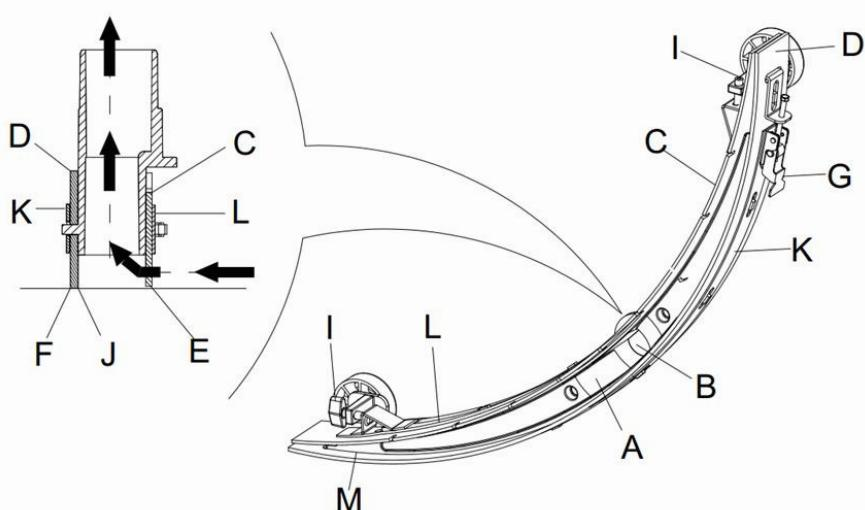
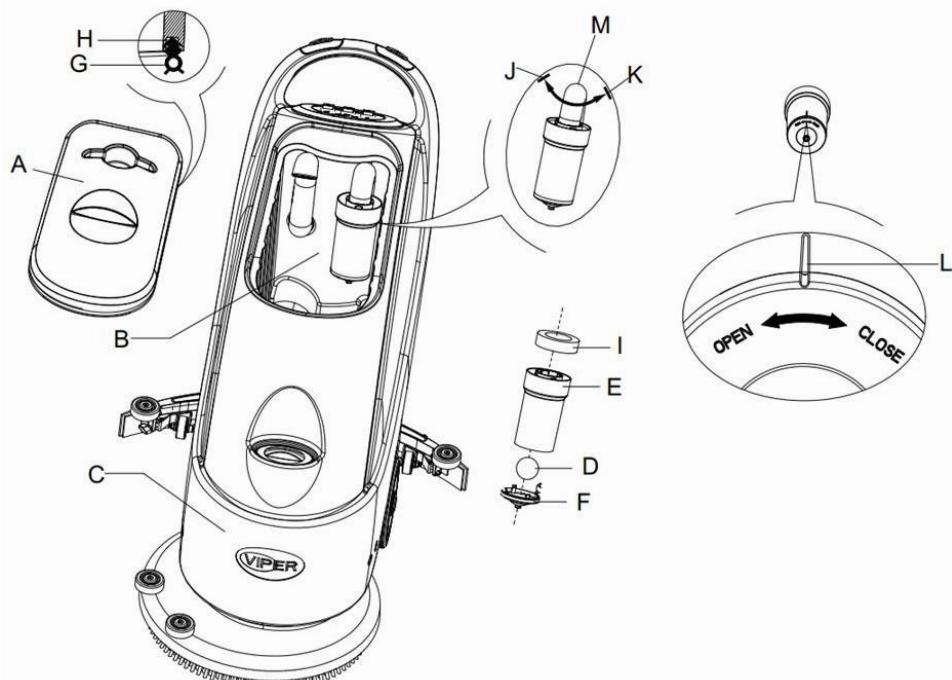

Figura 15
Figura 16
**Se si necessita di ulteriori informazioni a proposito del ricaricatore incorporato (35), si prega di far riferimento al relativo manuale.**
2. Premere l'interruttore (41) in posizione "O" per spegnere l'apparecchio.
3. Svitare il pomo di fissaggio (16) del tergipavimento; staccare il connettore che collega il tubo di drenaggio del tergipavimento, e staccare il tergipavimento.
4. Usare la manopola di sollevamento del tergipavimento (14) per sollevare il telaio di supporto del tergipavimento.
5. Pulire il tergipavimento (Figura 15). Pulire in particolare la scanalatura (A, Figura 15) e rimuovere sporcizia e frammenti dal tubo di aspirazione. Verificare che la lama frontale del tergipavimento (C) e la lama posteriore del tergipavimento (D) siano intatte, e se ci sono bordi incrinati o fessure. Cambiarli se necessario (fare riferimento ai passi nella sezione successiva).
1. Seguire le modalità riportate nella sezione precedente per pulire il tergipavimento (Figura 15).
2. Verificare il bordo (E, Figura 15) della lama frontale del tergipavimento e il bordo (F) della lama posteriore del tergipavimento (D). Lungo l'intera lunghezza, dovrebbero essere allo stesso livello. Altrimenti, regolarne le altezze attraverso la seguente procedura.
- Aprire il gancio (G) per far sì che la lama posteriore (D) si stacchi dal supporto (M) per la regolazione della posizione del tergipavimento. Quindi bloccare di nuovo il gancio.
- Allentare la manopola (I) per regolare la lama anteriore (C); stringerla dopo la regolazione.
3. Verificare se la lama frontale (C) e la lama posteriore del tergipavimento (D) sono intatte e se vi sono incrinature o fessure. Se necessario, cambiarle nel seguente modo. Verificare se il bordo frontale della lama posteriore (J) è usurato. Se usurato, può essere installato capovolto (il bordo superiore deve essere intatto). Se anche il bordo superiore è usurato, sostituirlo seguendo la procedura qui di seguito:
- Allentare il gancio (G) per far sì che la lama di pressione si separi dalla staffa (M), togliere la barra di aggancio (K), quindi cambiare o capovolgere la lama posteriore (D) del tergilavaggio. Re-installare la lama posteriore in ordine opposto a quello della rimozione.
- Allentare la manopola (I) e staccare la barra di aggancio (L), quindi cambiare la lama frontale del tergilavaggio (C). Re-installare la lama frontale in ordine opposto a quello della rimozione. Dopo aver cambiato la lama (o averla capovolta), regolare il livello delle lame frontale e posteriore seguendo le procedure come descritto sopra.
4. Collegare il tubo di aspirazione (11) al tergilavaggio.
5. Installare il tergilavaggio e usare la manopola (16) per stringerlo, quindi collegare il tubo di aspirazione al tergilavaggio.
6. Se necessario, regolare il tergilavaggio per mezzo dell'apposita manopola di regolazione (20). (Far riferimento alle procedure di regolazione del bilanciamento del tergilavaggio).
1. Premere l'interruttore (41) in posizione "O" per spegnere l'apparecchio.
2. Aprire il coperchio del serbatoio di raccolta (A, Figura 15), e togliere il galleggiante (36) dal serbatoio di raccolta.
3. Usare acqua pulita per sciacquare il coperchio del serbatoio di raccolta (A), il serbatoio (B e C), e il telaio di supporto del filtro (E). Per mezzo del tubo di drenaggio (16), far uscire l'acqua dal serbatoio di raccolta.
5. Se necessario, seguendo i simboli "Aperto" e "Chiuso" come indicato nella Figura 16, aprire il serbatoio sul fondo (F) del filtro e pulire il galleggiante (D), il telaio di supporto del filtro (E), e il filtro di spugna (I). Dopo la pulitura, fissare il galleggiante al telaio di supporto del filtro (E), e poi allineare la scanalatura (L) del coperchio del fondo (F) del filtro galleggiante con la scanalatura (L) del telaio di supporto del filtro (E). Avvitare strettamente il coperchio (F) del filtro del galleggiante, e fissare il filtro di spugna (I) al telaio di supporto del filtro (E), e quindi al tubo di aspirazione (M).
6. Verificare l'efficacia della guarnizione di chiusura (G) del serbatoio di raccolta.
**La guarnizione di chiusura (G) del serbatoio di raccolta fa sì che nel serbatoio si crei un vuoto. Il serbatoio deve essere completamente sigillato perché sia in grado di aspirare con efficacia l'acqua dal pavimento.**
Se necessario, la guarnizione di chiusura del serbatoio di raccolta (G) può essere estratta dalla scanalatura (H) e sostituita. Nell'assemblare un nuovo serbatoio di raccolta, come mostrato nella Figura 16 sotto, installare il connettore nella sezione mediana della parte posteriore.
7. Verificare che la superficie di inserimento della guarnizione di chiusura (G) sia intatta e la sigillatura sia efficace.
8. Chiudere il coperchio del serbatoio di raccolta (A).